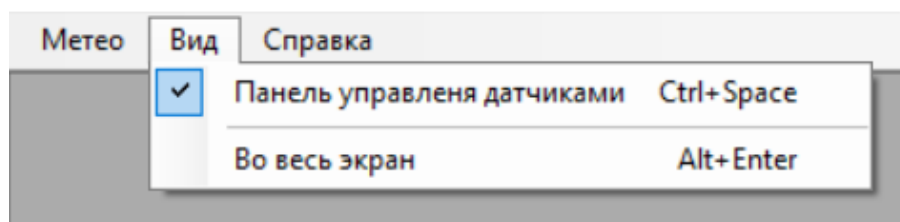

Рисунок 2.15– Пункт меню «Вид»
2.6.3 Пункт меню «Вид» (рисунок 2.15)